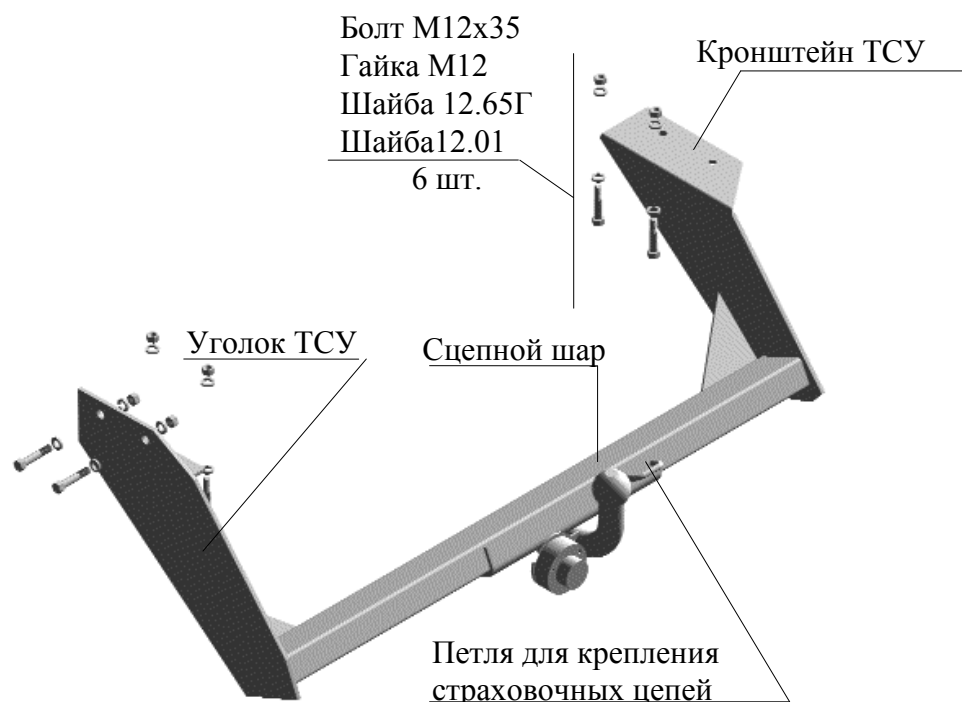

Рис.1 Тягово-цепное устройство ТСУ 2206
2.1 ТСУ 2206 в сборе (рис.1)	1 шт.
2.2 Пакет с комплектующими (см. рис.1)	1 шт.
4.3 Закрепить ТСУ на лонжеронах автомобиля шестью болтами М12х35 в соответствии с рис.1.